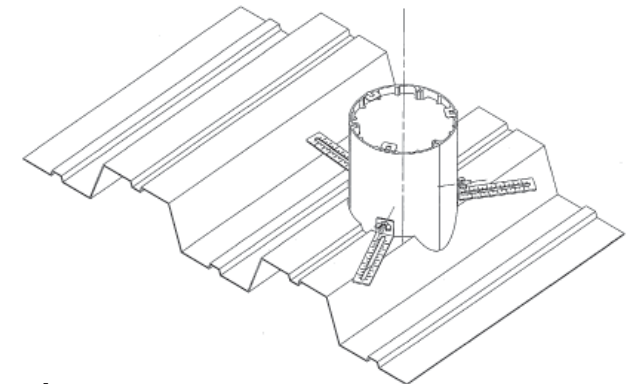

Fig. 4
Assemble brackets (ad) as required as shown in figures 4 and 5. Brackets are marked to assist assembly. Turn hexagonal head screws (ae) horizontally to support the disc (at). Insert discs (at) at top, center and bottom. Bend brackets (af) for center and bottom positions to fit inside the assembled tube segments.
2. Install assembly into cut hole, see Fig.4. Check that the assembly is installed plumb to the deck. Attach to deck with sheet metal screws (not supplied).
Assembler les supports (ad) au besoin conformément aux figures 4 et 5. Les supports comportent des repères pour faciliter l'assemblage. Tourner les vis hexagonales (ae) horizontalement pour soutenir le disque (at). Insérer les disques (at) en haut, au centre et en bas. Au centre et en bas, plier les supports (af) afin qu'ils s'adaptent à l'intérieur des sections de tube.
- Monter l'ensemble dans l'ouverture ainsi ménagée, consulter la Fig. 4. S'assurer que l'ensemble est de niveau avec le plancher. Fixer au plancher avec des vis à tête (non fournies).